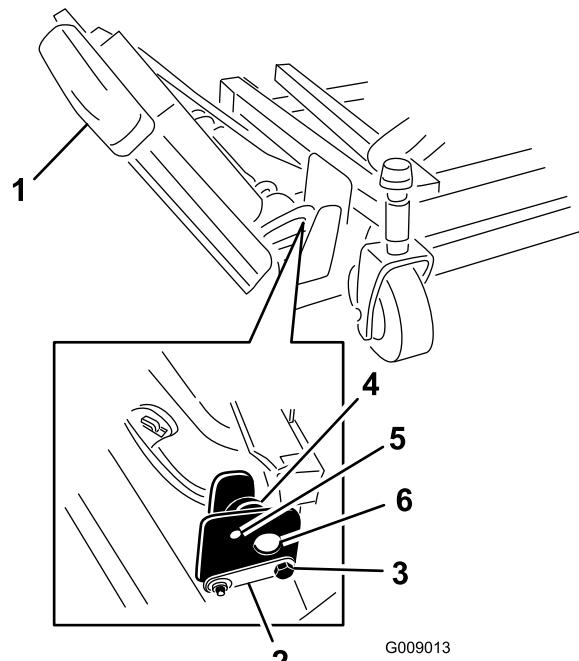

Figure 3
1. Retirez les écrous qui fixent les boulons d'arrêt avant et arrière aux supports de l'ailette droite du plateau avant (Figure 3).
2. Supportez l'ailette droite et retirez les boulons d'arrêt avant et arrière des supports du plateau (Figure 3). N'enlevez pas les excentriques situés entre les supports du plateau.